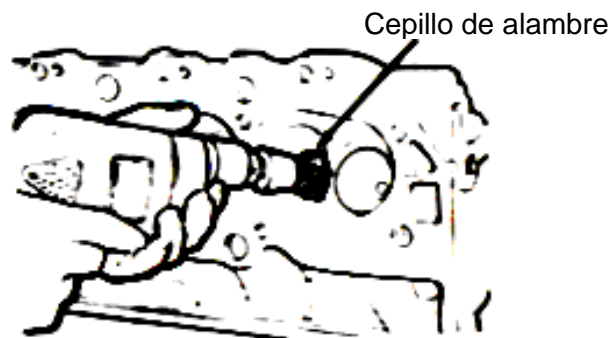

Fig. 3.15 Descarbonice la cabeza de los cilindros y las válvulas
5. Descarbonice la cabeza de los cilindros y las válvulas: Desprenda el carbón de las cabezas de las válvulas, de las cámaras de combustión. (Ver Fig. 3.15)